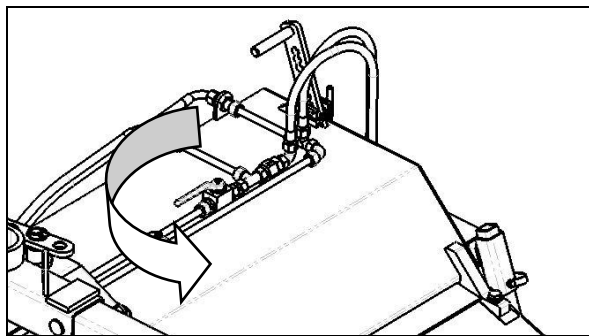

Bild 4.10
- Stäng avstängningskranen till uppsamlingstankens hydraulcylinder (Fig. 4.10).